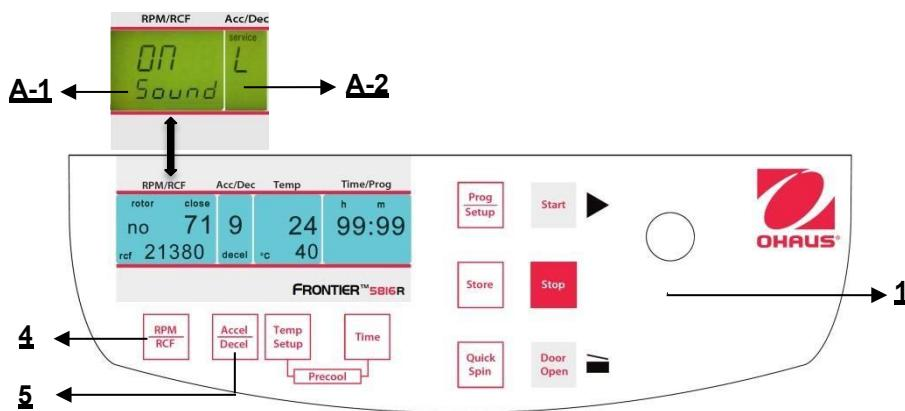

Abbildung. 35
Fahren Sie fort wie unter Punkt 4.1.1 beschrieben, um in den Programmmodus einzutreten und drücken Sie dann die Taste "Accel/Decel" (5). Auf der Anzeige blinks "Acc/Dec" (A-2) das Wort "Service". Wählen Sie nun den Buchstaben "L" mit Hilfe des Anpassungsknopfes (1). Als Ergebnis erscheinen die Worte "On Sound" auf der Anzeige "RPM | RCF" (4). Wenn Sie die Taste "RPM | RCF" (4) nun drücken, blinks das Wort "On" und Sie können den Ton mit dem Anpassungsknopf (1) umschalten (siehe Abbildung 35).